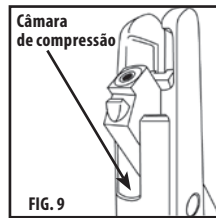

FIG. 9
4. A arma de pressão funcionará corretamente por mais tempo se for lubrificada a cada 250 tiros. Aplique uma gota do lubrificante de silicone Crosman na câmara de compressão (Fig. 9) (modelo rmc0il - disponível no site crosman.com).